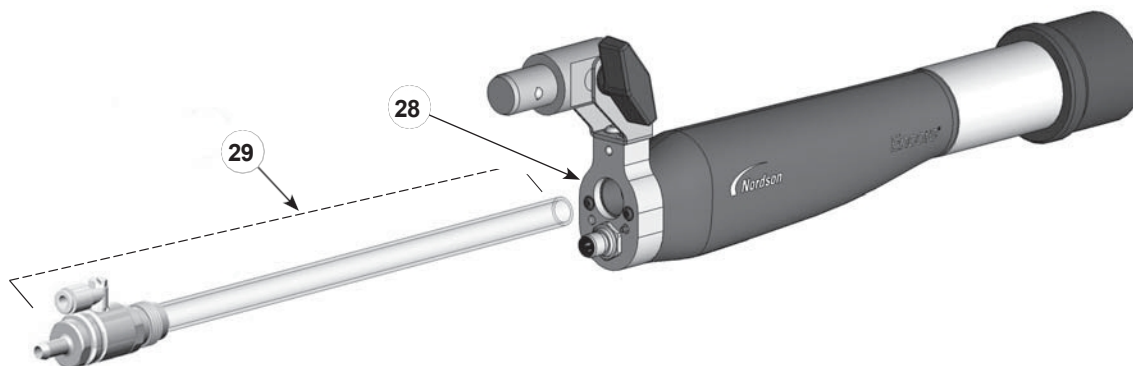

Figure 7-1 Remplacement du tube d' de poudre
19. Voir la figure 7-1. Installez le tube de poudre (22) dans l'adaptateur (30) en le tournant pour insérer le tube au-delà du joint torique interne jusqu'à ce qu'il soit complètement en place.